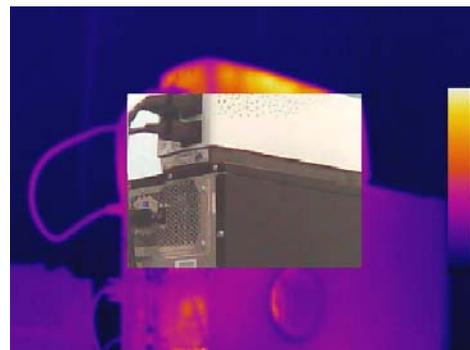

Fig. 45: Impostazione e visualizzazione immagine IR_MIX_VIS
- **IR_MIX_VIS** → Visualizzazione immagine visibile al centro/tutto schermo dell'immagine IR con possibilità di scegliere la percentuale di livello visibile (vedere Fig. 45)